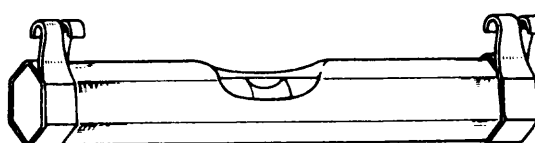

Fig. 8
- c) *Nivel de hilo*: (fig. 8). Posee un solo menisco y dos orejas con orificios, o dos ganchos en algunos modelos, para poder suspenderlo de un hilo horizontal tensado. Sirve para comprobar la alineación horizontal de puntos algo distantes.